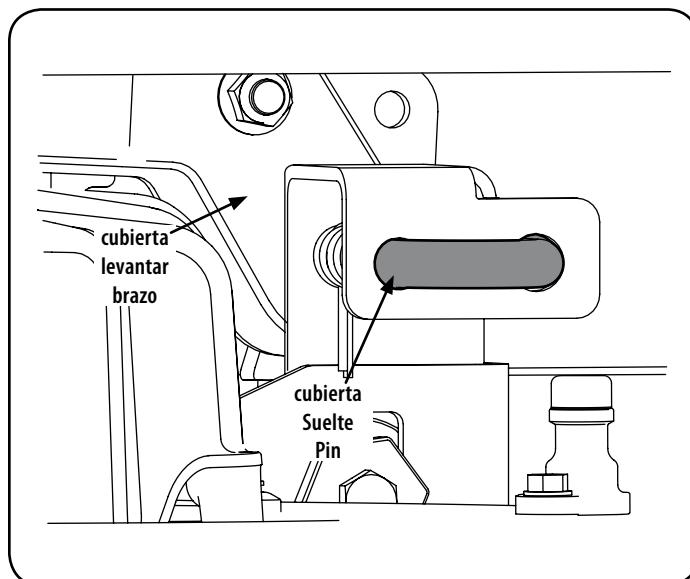

Figura 19
- Busque la LH y RH clavijas de liberación de la cubierta en cada lado de la cubierta. Tire de los pasadores de liberación hacia fuera y liberar la cubierta de la LH y RH brazos de elevación de la plataforma. Ver Figura 19.
- Tire de los pasadores de liberación de la cubierta hacia el exterior y la maniobra de la cubierta según sea necesario para alinear los orificios de los brazos de elevación de la cubierta con los bolos. Consulte la Figura 19 .